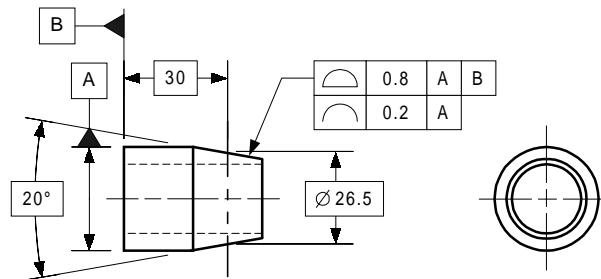

Figura 1
- En la figura 1, la zona de tolerancia para un control de perfil de línea es dos _____ 0.2 aparte.
- En la figura 1, el segmento superior del control de perfil múltiple de segmento sencillo limita _____ de la figura de parte.
- En la figura 1, el segmento inferior del control de perfil múltiple de segmento sencillo limita _____ de la figura de parte.